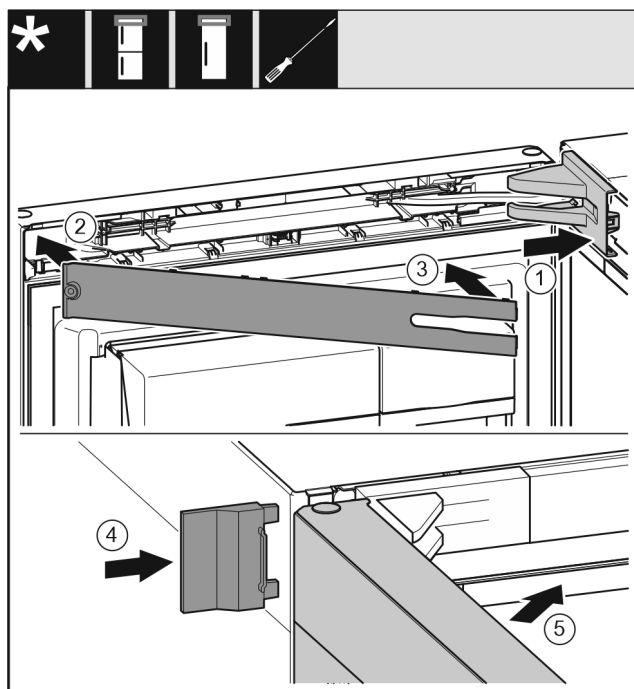

Fig. 43
- Mettre en place le cache du support de palier Fig. 43 (1) et l'enclencher. Au besoin, l'écarter avec précaution.
- Poser le cache Fig. 43 (2).
- Faire pivoter le cache Fig. 43 (3) et l'enclencher.
- Insérer le cache extérieur Fig. 43 (4).
- Fermer la porte supérieure Fig. 43 (5).